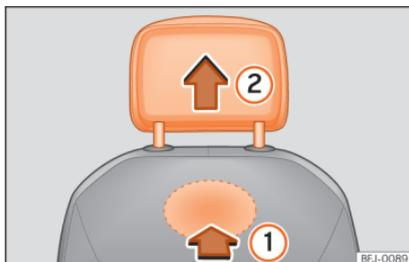

Fig. 117 Encosto de cabeça dianteiro: desmontagem.
- Para desbloqueá-lo, procure o entalhe situado na parte traseira do encosto na zona marcada e pressione no sentido da seta »» **Fig. 117 ①**.
- Retire o encosto de cabeça no sentido da seta **②**.